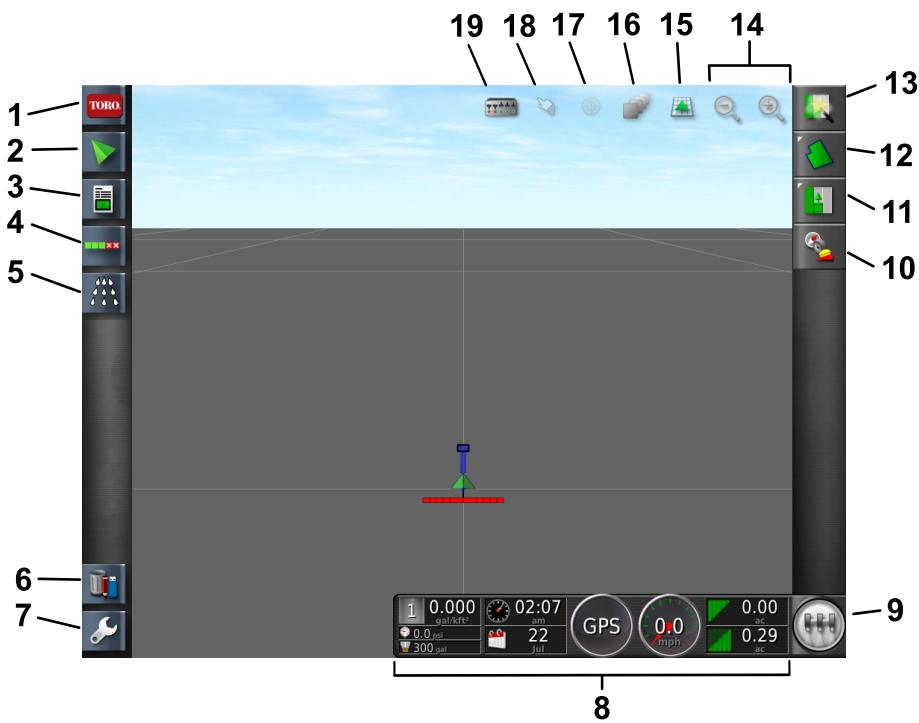

Bild 2
8. Um das Sprühen zu beginnen, schalten Sie das Hauptschalter-Symbol ein (der Hauptschalter leuchtet grün auf) und fahren Sie auf den Sprühbereich (Bild 2).